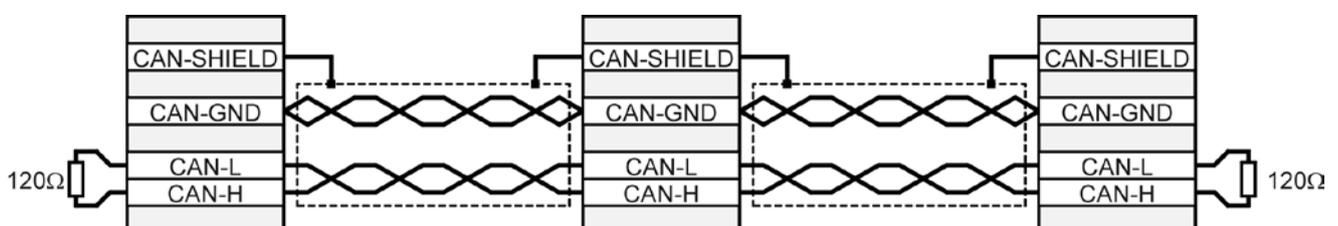

Abbildung 29: Verkabelungsbeispiel für CAN-Bus
- ❖ Die einzelnen Knoten des Netzwerkes werden grundsätzlich linienförmig miteinander verbunden, so dass das CAN-Kabel von Regler zu Regler durchgeschleift wird (Siehe Abbildung 29).